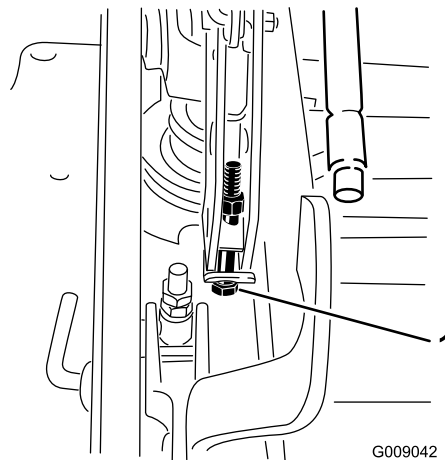

Bild 85
15. Wenn das Mähwerk zu niedrig ist, drehen Sie die zentrale Einstellschraube nach rechts, um sie anzuziehen. Wenn das Mähwerk zu hoch ist, drehen Sie die zentrale Einstellschraube nach links, um sie zu lösen (Bild 85).